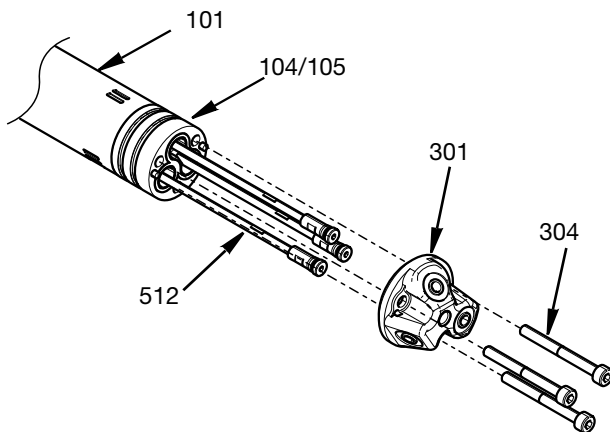

FIG. 12
4. Desenrosque los tres tornillos de cabeza hexagonal M4 (304) que sujetan el cabezal de las boquillas (301) y el adaptador (104/105) a la parte delantera del cuerpo central (101). A continuación, pueden retirarse las varillas de la válvula de cierre (512). Consulte la FIG. 12.